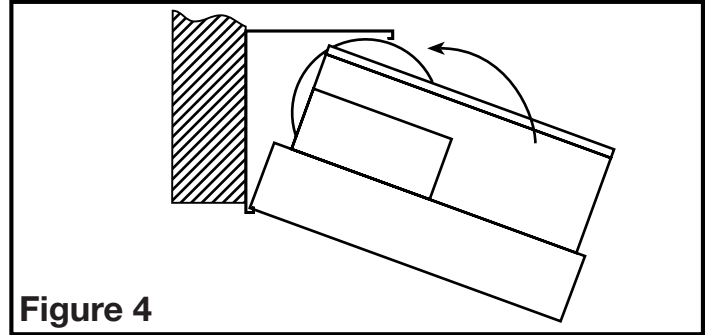

Figure 4
- Fixer par pression le bâti du ventilateur dans le support (**Figure 4**). Le ventilateur peut être fixé par pression en position avec le collet de conduit faisant face à gauche ou à droite en fonction de quelle direction est la plus pratique.
3. Fixer par pression le bâti du ventilateur dans le support (**Figure 4**). Le ventilateur peut être fixé par pression en position avec le collet de conduit faisant face à gauche ou à droite en fonction de quelle direction est la plus pratique.